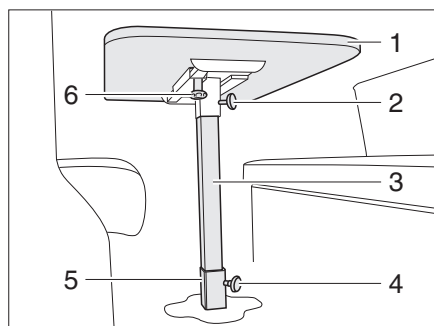

Fig. 39 Tavolo fisso della dinette posteriore
- Svitare la vite a testa cilindrica zigrinata (Fig. 39,6).
- Spingere il piano del tavolo (Fig. 39,1) nella posizione desiderata.
- Svitare la vite a testa cilindrica zigrinata (Fig. 39,2).
- Sollevare il piano del tavolo (Fig. 39,1).
- Svitare la vite a testa cilindrica zigrinata (Fig. 39,4).
- Svitare il piede del tavolo (Fig. 39,3) dalla sede (Fig. 39,5).